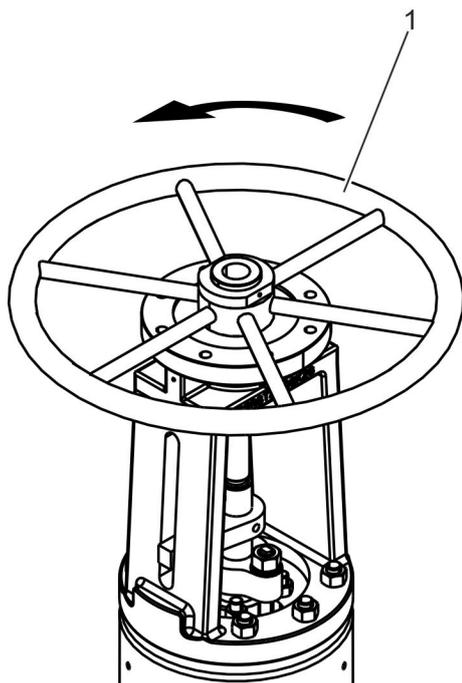

Abb. 20: Armatur öffnen
3. ➤ Handrad (Abb. 20/1) gegen den Uhrzeigersinn betätigen.